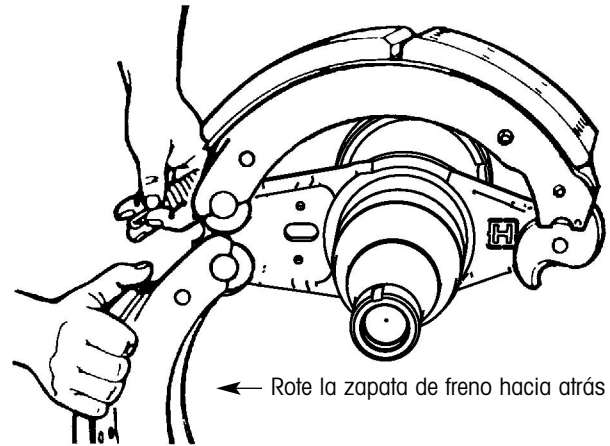

Figura 28. Colocando los nuevos resortes de retención de frenos
4. Coloque la zapata de freno superior en posición, descansando un extremo de la zapata de freno en el perno de anclaje y el otro extremo en la leva-S (figura 28).
5. Coloque la zapata de frenos inferior en posición en el perno de anclaje y gire la zapata hacia atrás (figura 28). Enganche ambas zapatas con dos nuevos resortes de retención de frenos (uno a cada lado).